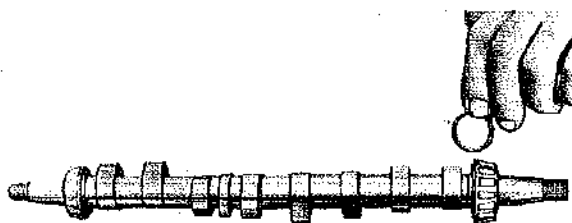

Fig. 80
- Quando si sostituiscono i cuscinetti a rulli sull'albero a camme, usare pressa o punzone avendo cura di interporre gli spessori (Fig. 80).